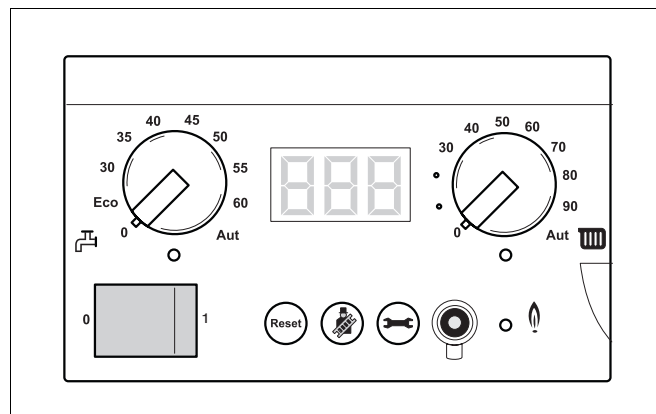

Рис. 78 Отключение отопительной установки от электросети
- Отключить электропитание отопительной установки (рис. 78).